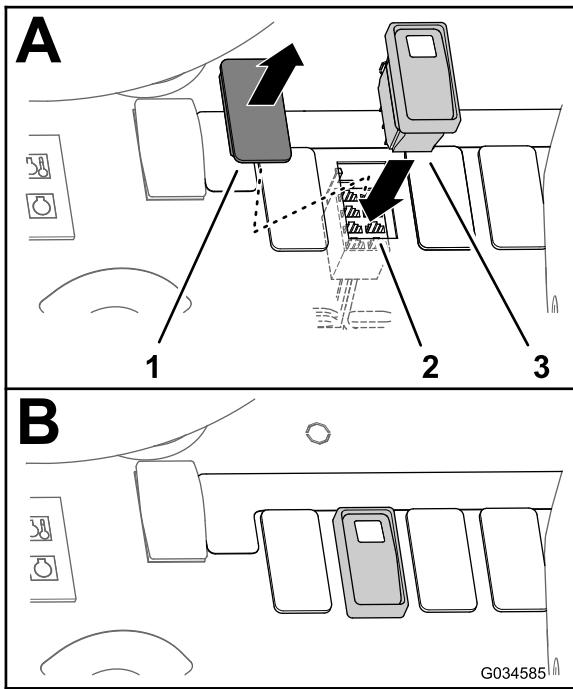
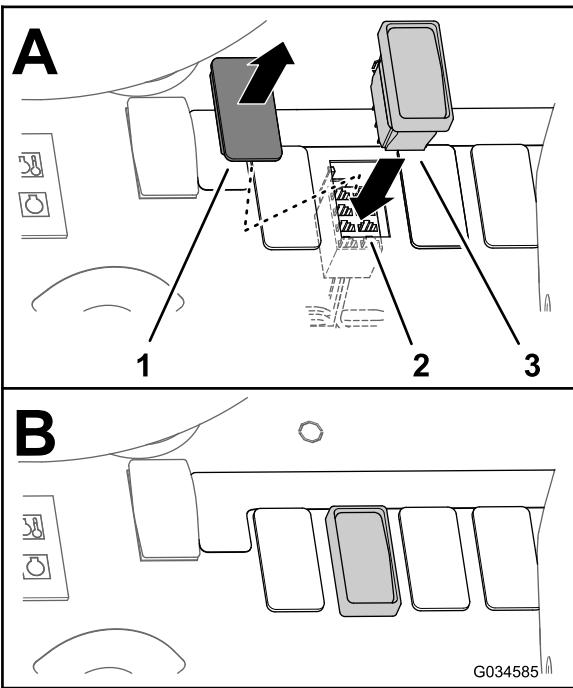

Figura 37
Figura 38
1. Retire el tapón del interruptor del depósito de enjuague del salpicadero (Figura 37 o Figura 38).
3. Dirija el conector hembra de 8 vías hacia el hueco del salpicadero (Figura 37 o Figura 38).
4. Conecte el interruptor de 3 posiciones en el conector hembra de 8 vías a través del panel del salpicadero (Figura 37 o Figura 38).
5. Inserte el interruptor de 3 posiciones en la abertura del panel del salpicadero hasta que el enganche del interruptor se coloque con seguridad en su sitio en el salpicadero (Figura 37 y Figura 38).